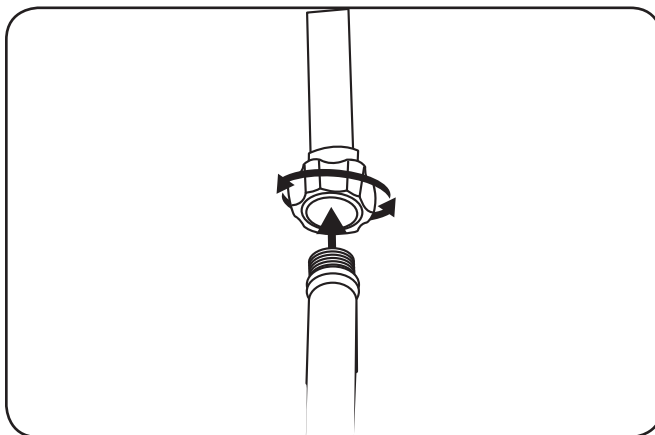

Figure 5-2
6. Conecte el suministro de agua a la entrada de la bomba. Ver la Figure 5-2.